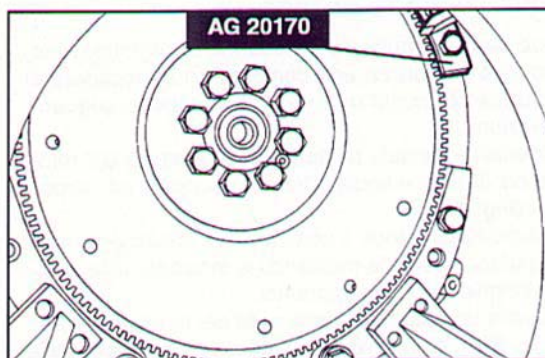

Fig. 332 ▲
- portare il cilindro n° 6 al PMS in fase di scoppio e fissare sulla flangia attacco cambio l'attrezzo fermavolano AG 20170 (Fig. 332);
- bring cylinder no. 6 at TDC in power stroke and fit fly-wheel stop tool AG 20170 on gearbox mounting flange (Fig. 332);